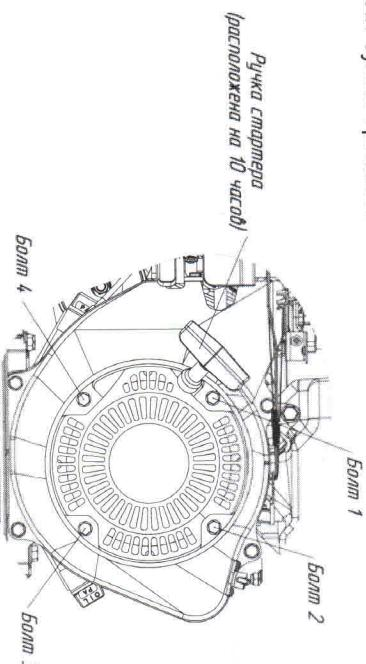

Рис. 15 Схема крепления стартера на двигателе
- открутить 4 болта (см. рис. 15);
- установить стартер на место таким образом чтобы ручка стартера была расположена на 10 часов (см. рис. 15);
- закрутить 4 болта (см. рис. 15).